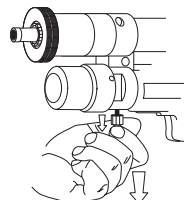

Figure 16
- 3) tirer l'écrou de protection vers le bas jusqu'au déblocage de l'équipement (figure 16);